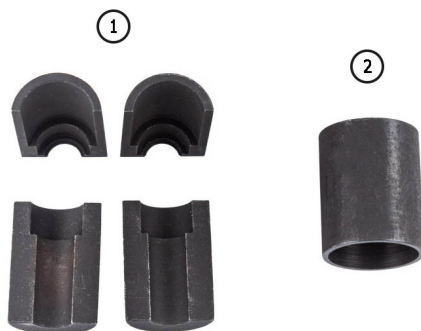

Рисунок 2
- набір розрізних втулок (див. рис. 2 поз. 1);
- фіксуюча гільза для втулок (см рис. 2 поз. 2).